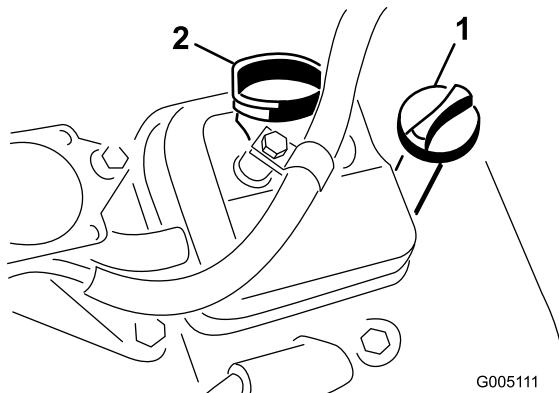

図 18
2. ディップスティックを抜き、ウェスで一度きれいに拭く。ディップスティックを、チューブの根元までもう一度しっかりと差し込む(図 18)。